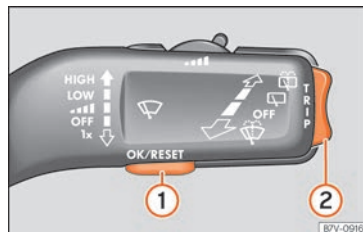

Fig. 82 Levier d'essuie-glace : touches pour utiliser les menus du combiné d'instruments.
Lorsqu'un message d'avertissement de priorité 1 **» page 83** s'affiche, aucun menu n'est accessible. Certaines alertes peuvent être confirmées et masquées en appuyant sur la touche **» fig. 82** ①.